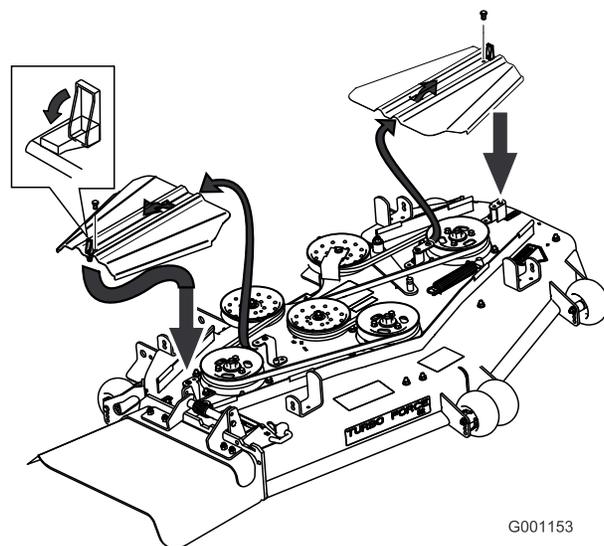

Bild 58
3. Entfernen Sie die beiden Schrauben, mit denen die Riemenabdeckungen befestigt sind und entfernen Sie diese (Bild 58).
9. Setzen Sie die Riemenführungen ein, indem Sie die Abdeckung in die Lasche schieben, setzen Sie die Schrauben ein und schließen Sie die Riegel (Bild 58).